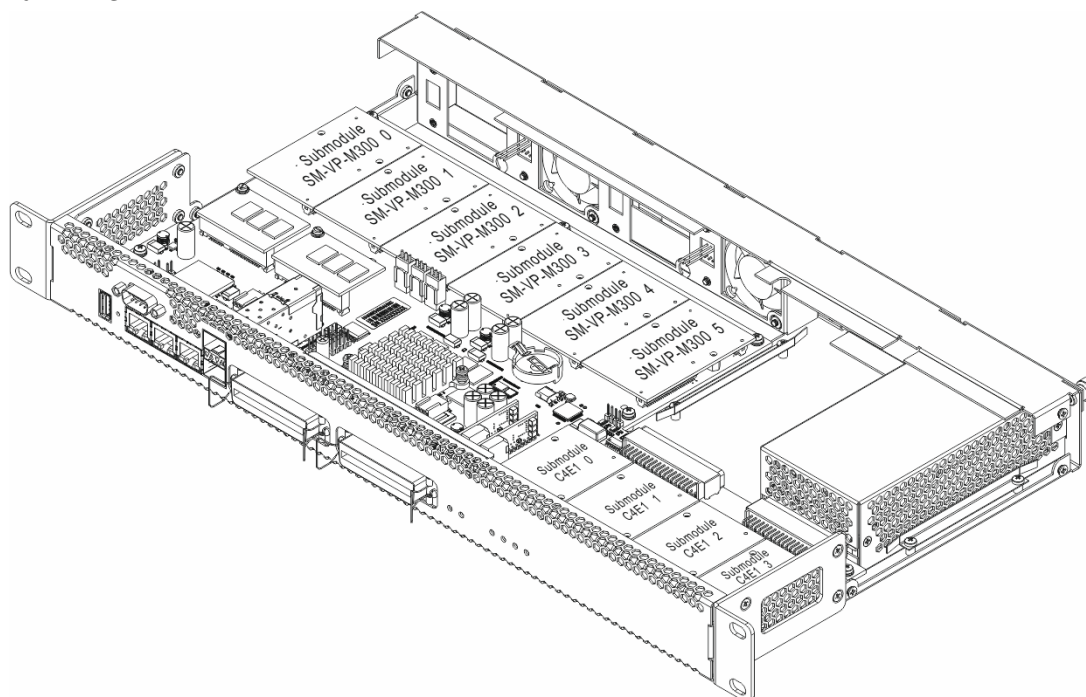
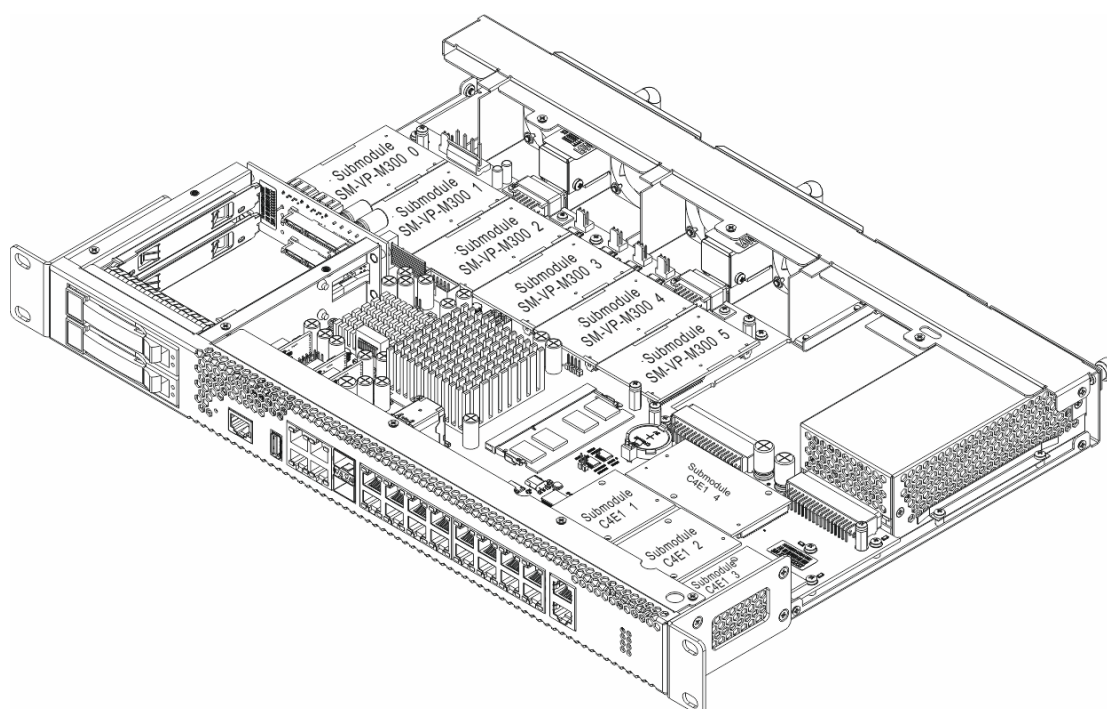

Рисунок 17 – Расположение submodule в SMG-1016M
Рисунок 18 – Расположение submodule в SMG-2016
5. Установить модуль в свободную позицию (см. Рисунок 17, Рисунок 18).